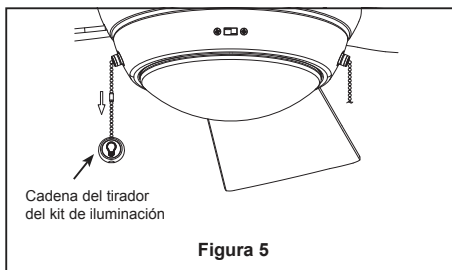

Figura 5
5. Instale la ensamble de kit de luz en la ensamble de la placa de iluminación usando los dos ranuras principales. Vuelva a colocar el tornillo retirados previamente y asegure los tres tornillos. (Figura 5)
5. Verifique el funcionamiento de la luz jalando suavemente de la cadena del tirador del kit de iluminación. (Figura 5)